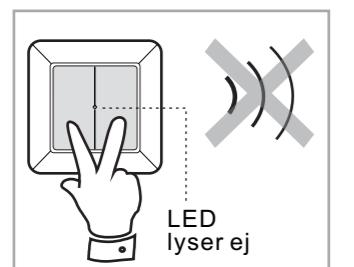

fig.10
• Om båda vipporna trycks ned samtidigt sänds ingen signal (se fig.10).